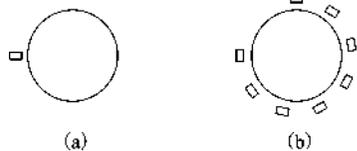

图 1-140 习题 9
9. 将图 1-140(a) 中的矩形以矩形对角线交点为中心旋转  $90^\circ$ 。以旋转后的矩形作环形阵列，阵列中心为圆心，阵列后矩形个数为 8，环形阵列的圆心角为  $270^\circ$ 。完成后的图形如图 1-140(b) 所示。